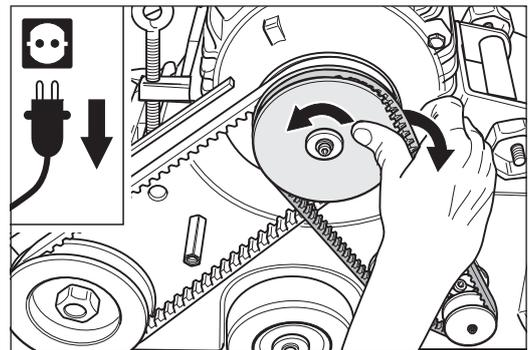

Abb. 83 Den Keilriemen für den Ventilator abnehmen.
- 8 Drehen Sie die Motorriemenscheibe und lassen Sie gleichzeitig den Keilriemen für den Ventilator von der Motorriemenscheibe laufen (Abb. 83).